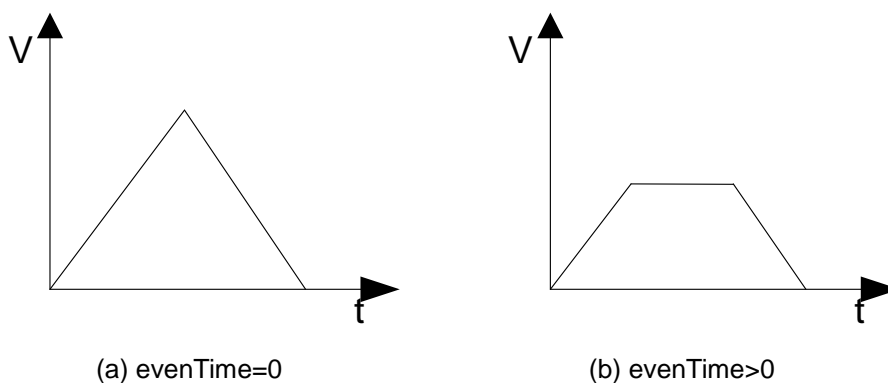

图 4-4 不同 $evenTime$ 下的速度曲线
- **evenTime**: 每个插补段的最小匀速时间。当用户设置的插补段比较短时，而该插补段的目标速度又设置的比较大，则会造成合成速度的曲线如图 4-4 (a)所示，只有加速段和减速段，形成一个速度尖角，加速度在尖角处瞬间由正值变为了负值，造成较大的冲击；设置了 **evenTime** 之后，可以减小目标速度，使速度曲线如图 4-4 (b)所示，减小了加速度突变的冲击。